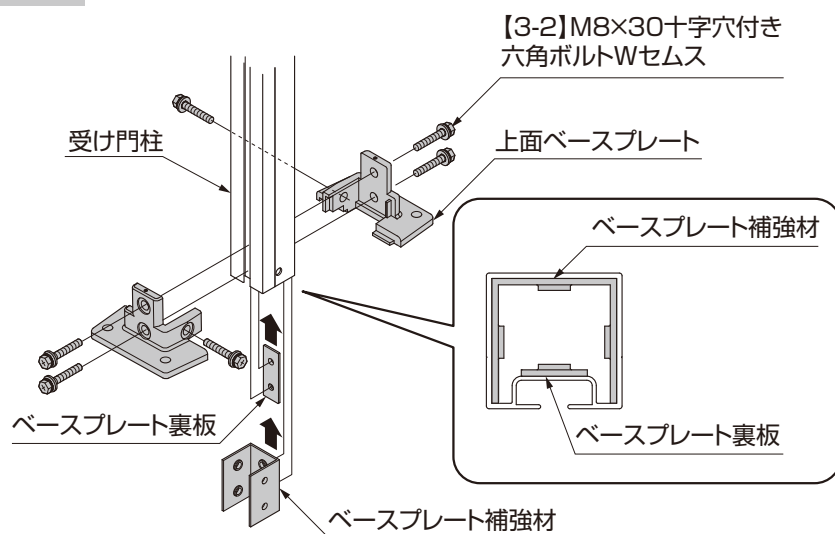

図5-5 受け門柱の場合
- ② 受け門柱内部にベースプレート裏板とベースプレート補強材を差し込み、受け門柱と上面ベースプレートを【3-2】で固定してください。(図5-5参照)